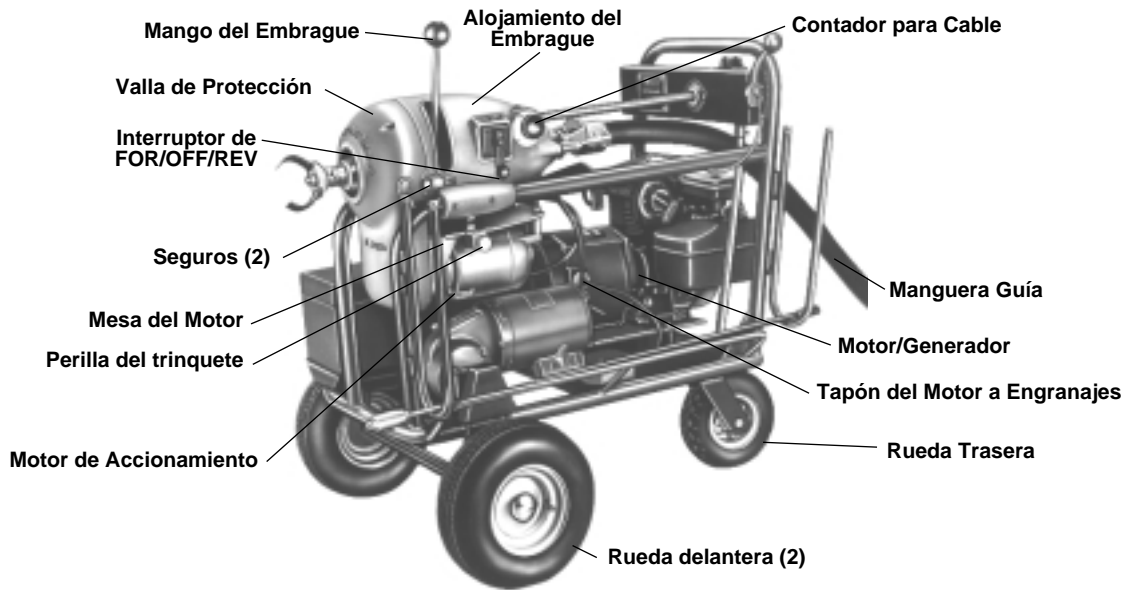
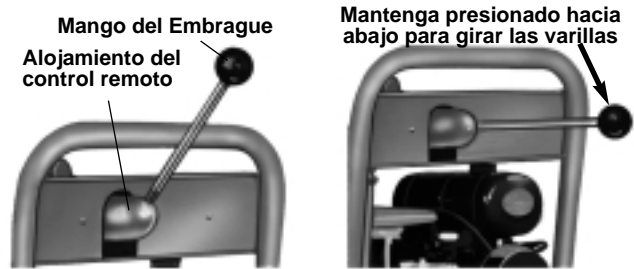

Figura 3 – Máquina K-2000 con manguera guía para cable y mango del embrague en el alojamiento para el embrague
Figura 9 – El mango del embrague en el alojamiento para el control remoto
2. Enganche el embrague de accionamiento y enclave la rueda trasera (*Figura 9*) en una posición recta para así lograr estabilidad. Desconecte el motor a engranajes del motor/generador (*Figura 3*).
3. Suelte los dos seguros (*Figura 3*) y extraiga la valla de protección de la parte delantera de la máquina.
4. Tire de la perilla del trinquete (*Figura 3*) en la mesa del motor y levante la mesa. Aplicando una media vuelta a la perilla del trinquete, enclávela en la posición mas elevada.
8. Atornille el mango del embrague (Figura 3) en el alojamiento del embrague.
9. Acople la manguera guía para cables (Figura 3).
1. Coloque el interruptor de **FOR/OFF/REV** en la posición de **FOR** (Adelante) (Figura 3).
2. Tire de la perilla del trinquete (Figura 3) en la mesa del motor y levante la mesa. Girando la perilla del trinquete en media vuelta, enclávela en la posición más elevada.
6. Atornille el mango del embrague en el alojamiento para el control remoto (Figura 9).
16. Enclave la rueda trasera con el pasador de enclavamiento (Figura 3).
1. Coloque el interruptor de **FOR/OFF/REV** para girar la varilla (Figura 3) en la posición de **FOR**(Adelante).